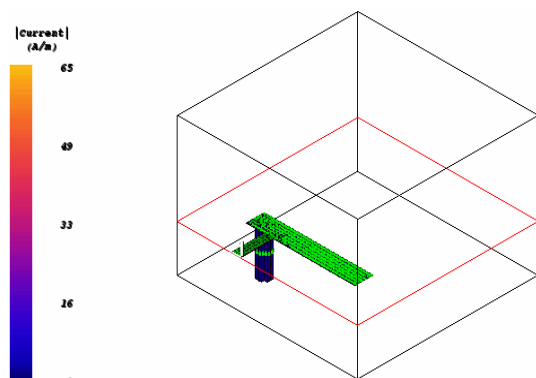

Рис. 6.38
4. Щёлкните мышкой по значку **Animate Play** на панели инструментов. Анимация токов в трёхмерном представлении будет отображена на рабочем поле (рис. 6.38).